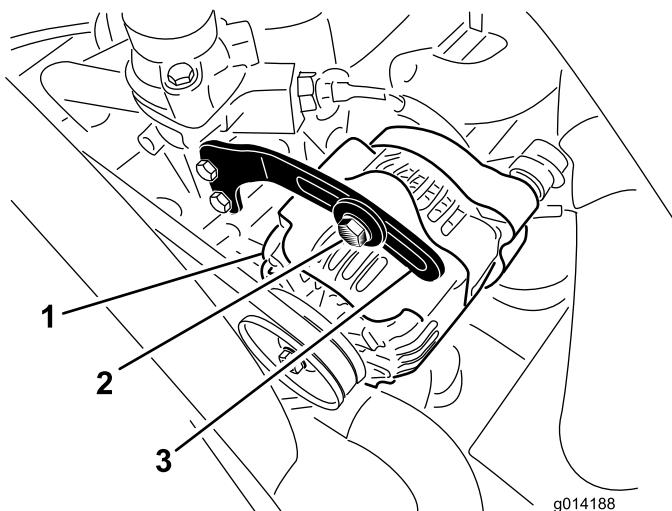

図 37
2. オルタネータ側ブーリとクランクシャフト側ブーリ間の中央部でオルタネータベルト(図 37)を指で10kg程度の力で押してベルトの張りを点検する。
3. ブレースをオルタネータ図 37に固定しているボルトと、オルタネータのピボットボルトをゆるめる。